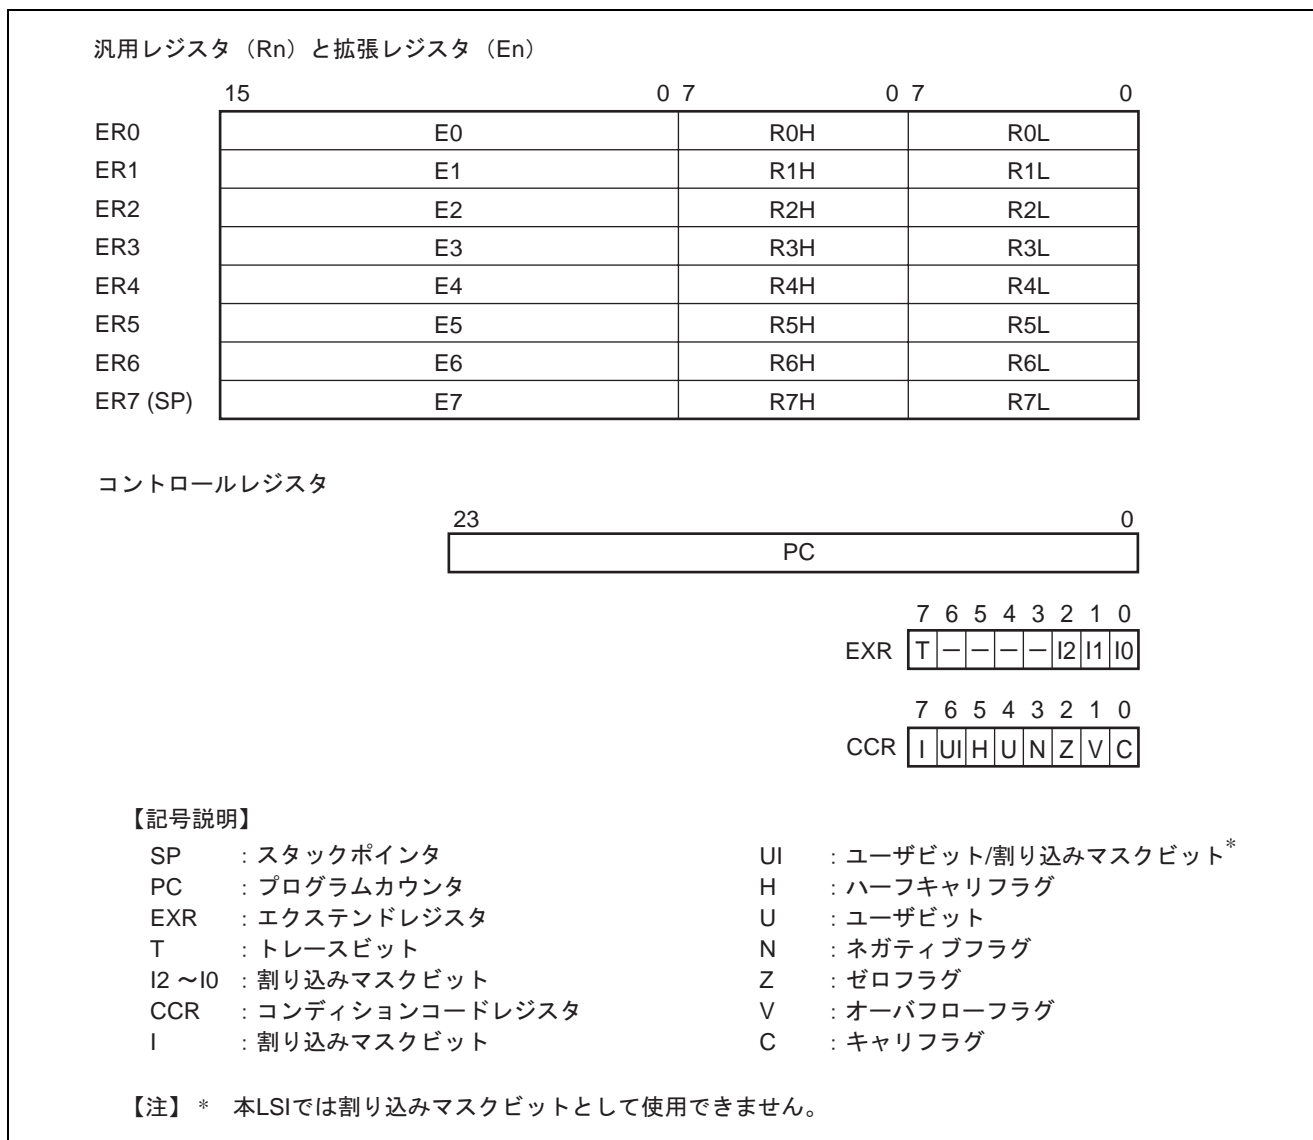

図 2.4 CPU 内部レジスタ構成
H8S/2000 CPU の内部レジスタの構成を図 2.4 に示します。これらのレジスタは、汎用レジスタとコントロールレジスタの 2 つに分類することができます。コントロールレジスタには、24 ビットのプログラムカウンタ (PC)、8 ビットのエクステンドレジスタ (EXR)、8 ビットのコンディションコードレジスタ (CCR) があります。